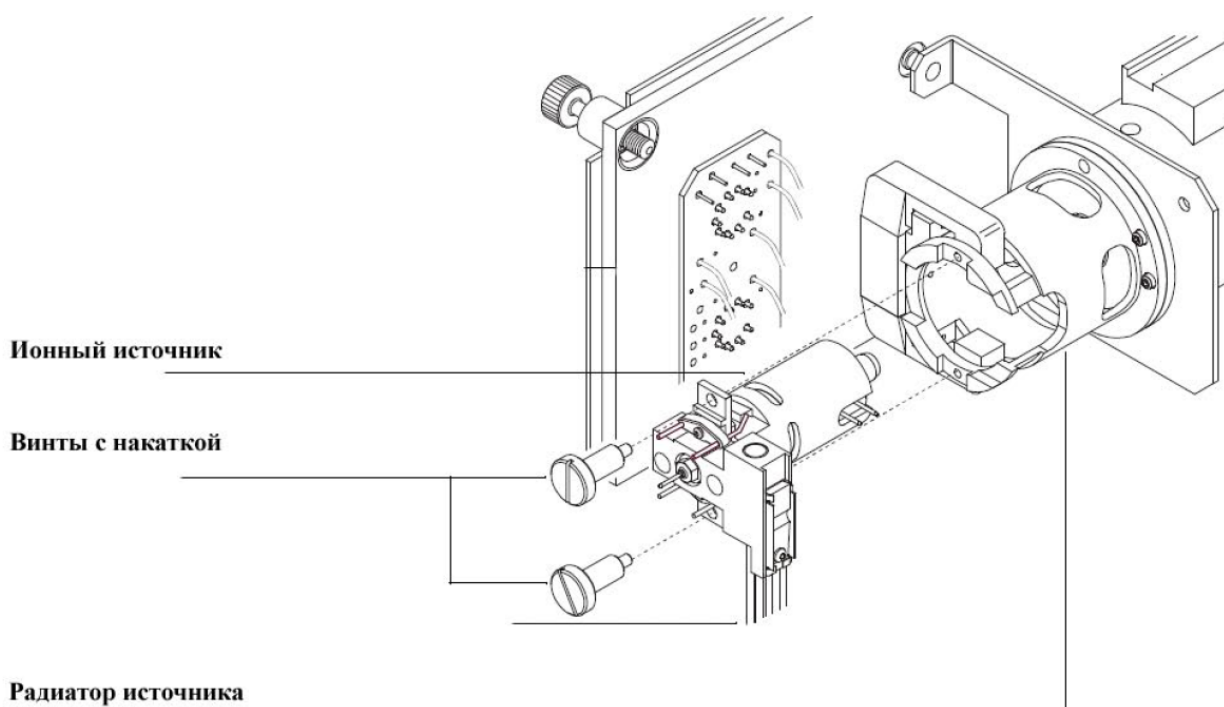

Рисунок 34 Установка ионного источника ХИ
- 4 Установите винты с накаткой (Рисунок 34).